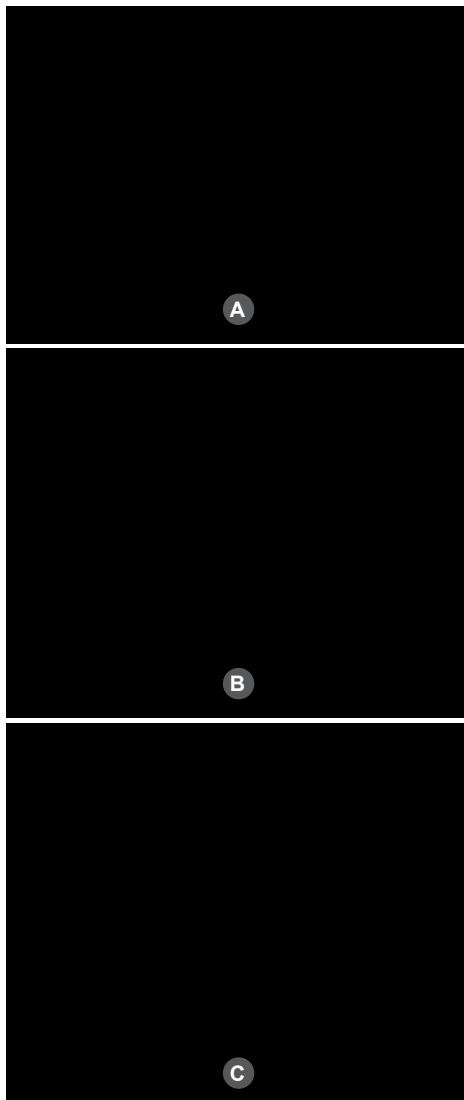

Рис. 4 Положение кронштейна дроссельной заслонки
- при не нажатом рычаге газа кронштейн дроссельной заслонки касался винта холостого хода (Рис. 4А);
- при среднем положении рычага газа кронштейн дроссельной заслонки находился в среднем положении (Рис. 4В);
- при максимально нажатом рычаге газа кронштейн дроссельной заслонки находился в крайнем положении при вращении его по часовой стрелке (Рис. 4С).